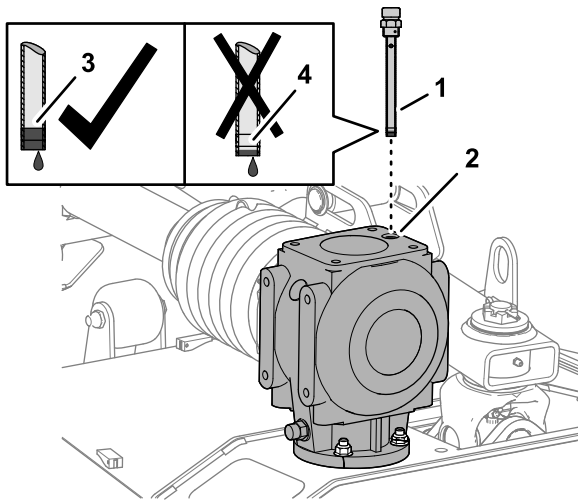

**Figura 57**
1. Retire la varilla del orificio en la parte superior de la caja de engranajes central (Figura 57 o Figura 58).
- Compruebe el nivel del fluido indicado en la varilla (Figura 57 o Figura 58).
- Enrosque la varilla en el orificio de llenado y apriete la varilla (Figura 57 o Figura 58).